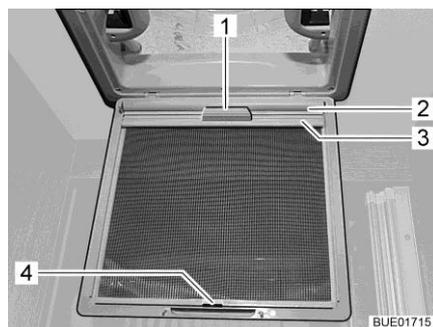

Fig. 63 Persiana oscurecedora enrollable (claraboya)
- Extraer la persiana oscurecedora enrollable (Fig. 63,2) por el tirador (Fig. 63,1) y enganchar el listón de sujeción (Fig. 63,3) en el gancho (Fig. 63,4) en la protección contra insectos.
- Desenganchar el listón de sujeción (Fig. 63,3) del gancho (Fig. 63,4) y regresar la persiana oscurecedora enrollable (Fig. 63,2) lentamente por el tirador (Fig. 63,1).